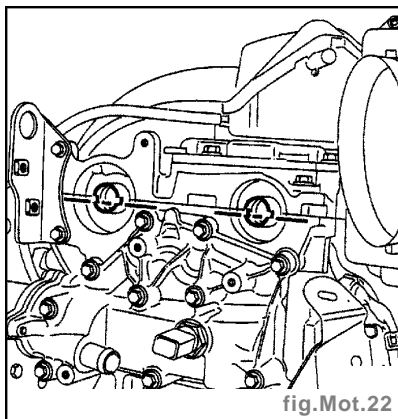

fig.Mot.22
- vérifier que la position des rainures des arbres à cames soit identique à celle du dessin (fig. Mot. 22).
- Positionner les rainures des arbres à cames à l'aide du **Mot.799-01** (immobilisateur des pignons pour courroie crantée de distribution) comme indiqué sur le dessin (fig. Mot. 22).
- mettre en place (sans forcer) le **Mot. 1496** de calage des arbres à cames (les rainures des arbres à cames doivent être horizontales (fig. Mot. 22 et 25). **Si l'outil ne s'engage pas, il faut refaire le calage de la distribution et la tension.**
- Positionner les rainures des arbres à cames, comme indiqué sur le dessin (fig.Mot.22), en serrant respectivement les deux anciens écrous des pignons des arbres à cames sur les goujons en bout des arbres à cames.